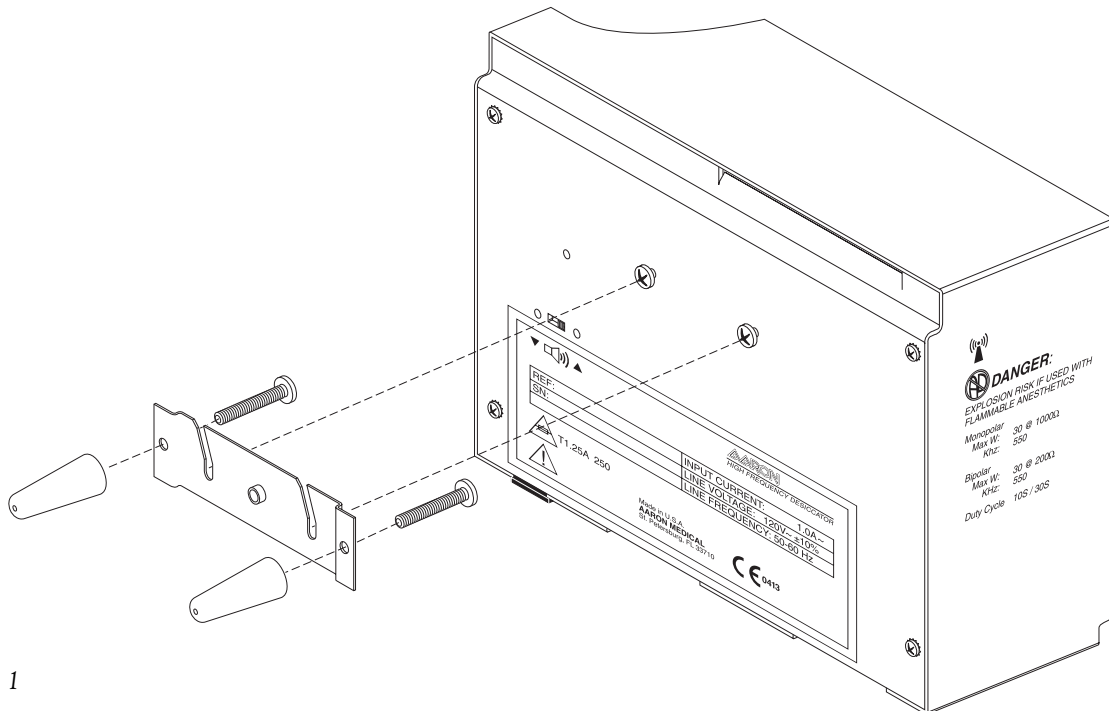

Figura 1
1. Montare l'essiccatore ad alta frequenza Aaron sulla parete o sul supporto mobile opzionale utilizzando il kit di montaggio standard (vedere figura 1). Non attivare l'unità in posizione orizzontale, in quanto potrebbero essere versati liquidi nell'unità.